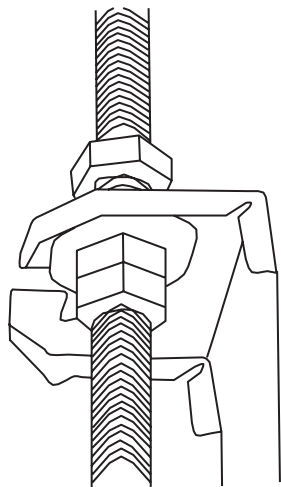

Fig. 4.5
5. Montez l'unité intérieure. Vous aurez besoin de deux personnes pour la soulever et la sécuriser. Insérez les boulons de suspension dans les trous suspendus de l'unité. Fixez-les à l'aide des rondelles et des écrous fournis (voir Fig. 4.5).